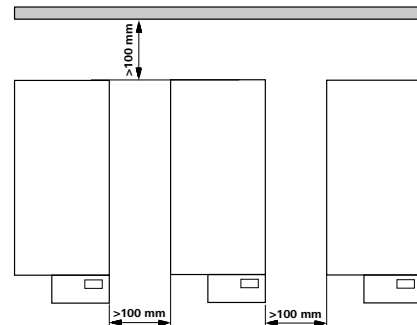

fig. 2
- Vær opmærksom på de mindste afstande mellem apparatet og væggen over opstillingen (min. 800 mm), se fig. 2.